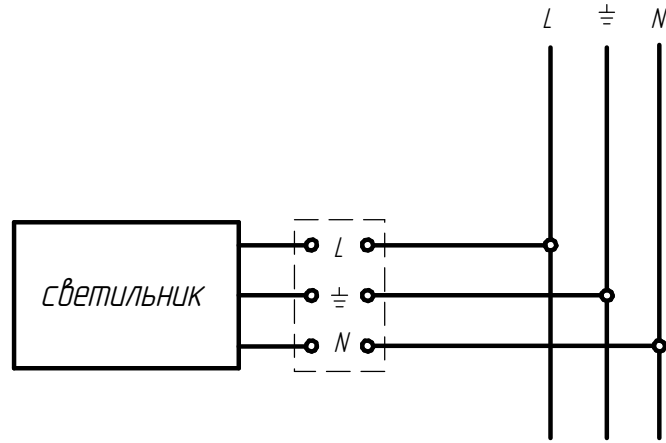
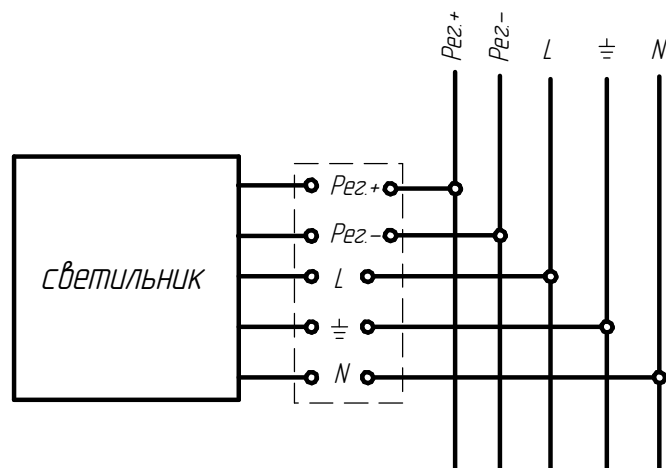
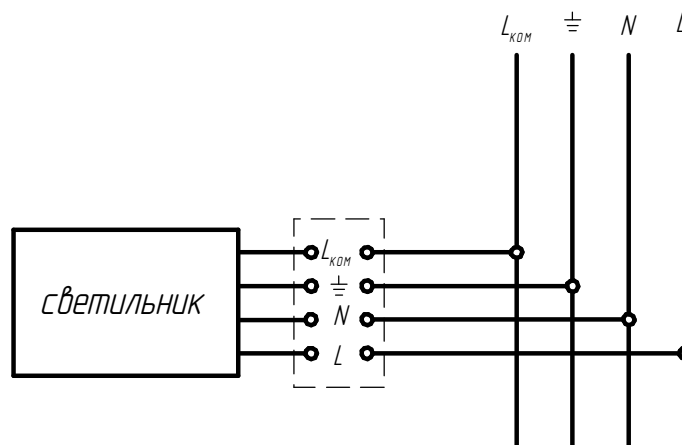

Рисунок 2 - Схема подключения светильника к сети.
Рисунок 3 - Схема подключения светильника с управлением к сети.
Рисунок 4 - Схема подключения светильника с БАП к сети.
6.4 Присоедините сетевой соединитель к питающему кабелю (см. рисунок 2, 2а, 5); для светильника с БАП см. рисунок 4, 4а, 5; соединитель управления к управляющему проводу (см. рисунок 3, 3а, 5) - для светильника с управлением.
Рисунок 2а - Схема подключения соединителя 8 к сети.
Рисунок 3а - Схема подключения соединителя 8 к управлению.
Рисунок 4а - Схема подключения соединителя 8 светильника с БАП к сети.